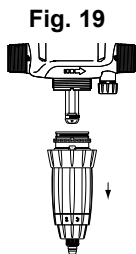

Fig. 19
- Tirer vers le bas pour dégager la partie dosage (Fig. 19).